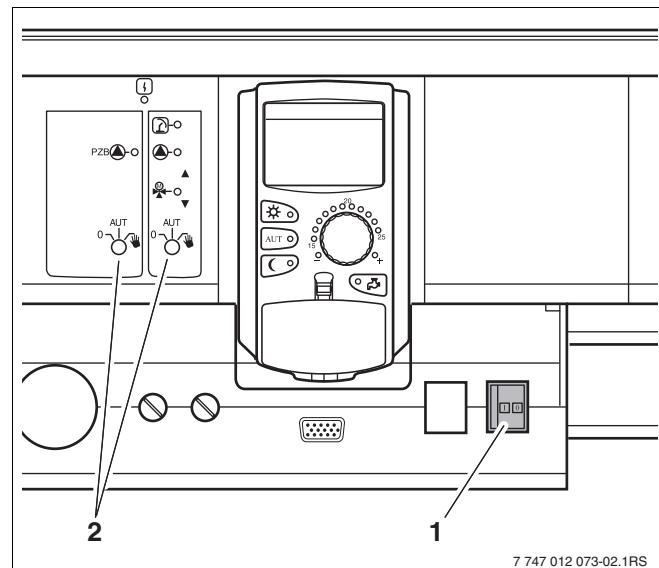

Рис. 8 Пусковой выключатель
- Проверьте, находятся ли переключатели системы управления ( $\rightarrow$  рис. 8, [1]) установленных на ней модулей ( $\rightarrow$  рис. 8, [2]) в положении "I" и "AUT" (ABT).
- Включите систему управления, для чего переведите пусковой выключатель в положение "I" ( $\rightarrow$  рис. 8, [1]).
- Выключите систему управления, для чего переведите пусковой выключатель в положение "0" ( $\rightarrow$  рис. 8, [1]).